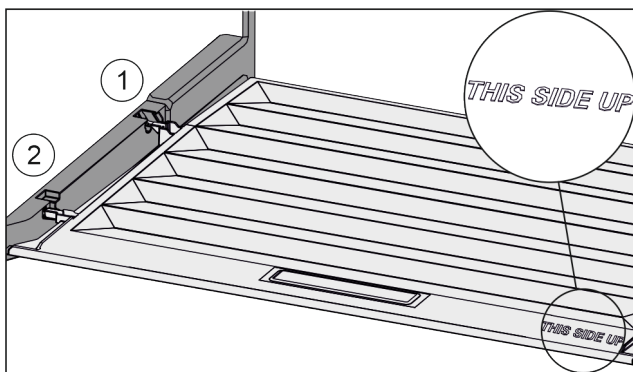

Fig. 95
- ▶ Ramiona pokrywy wprowadzić ponad otworem tylnego uchwyty Fig. 95 (1) i zająć z przodu w uchwycie Fig. 95 (2).